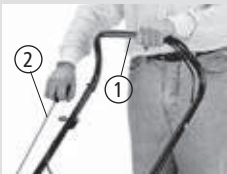

Fig. 11
Acione a alavanca de frenagem (1), [Fig.11].
Puxe o cordão de acionamento até encontrar a resistência e em seguida puxe com força (2), [Fig.11].